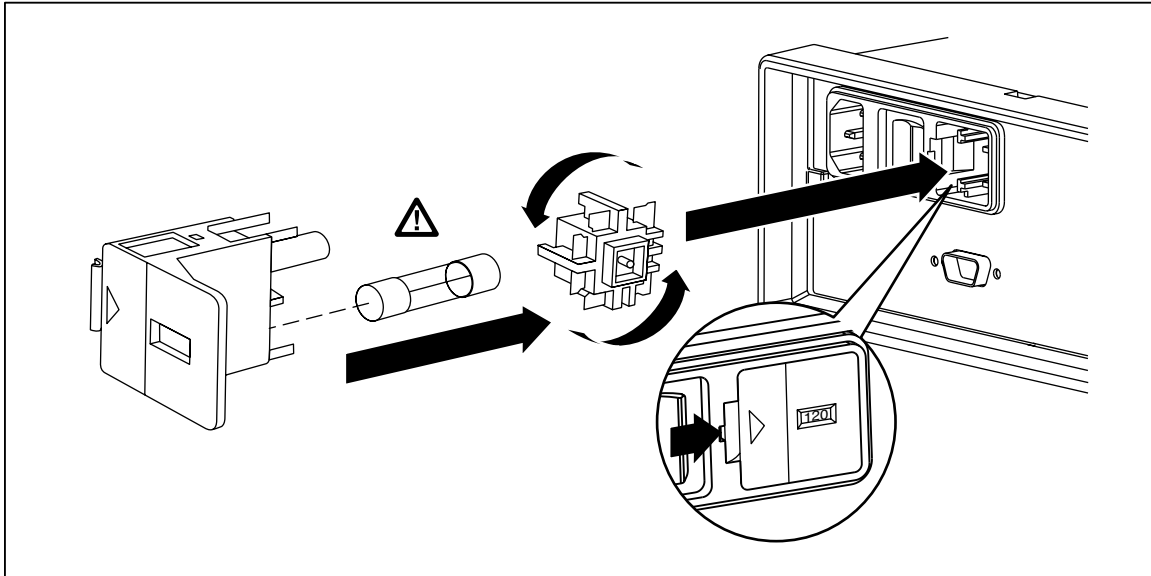

図 1. 電源ヒューズの交換
2. ヒューズ・ホルダーの左側にある小さな溝に、小型のドライバーを挿入し、ホルダーが飛び出すまで、右に押します。図1を参照して下さい。
2. ヒューズ・ホルダーの左側にある小さな溝に、小型ドライバーを挿入し、ホルダーが飛び出すまで、右に押します。図1を参照して下さい。